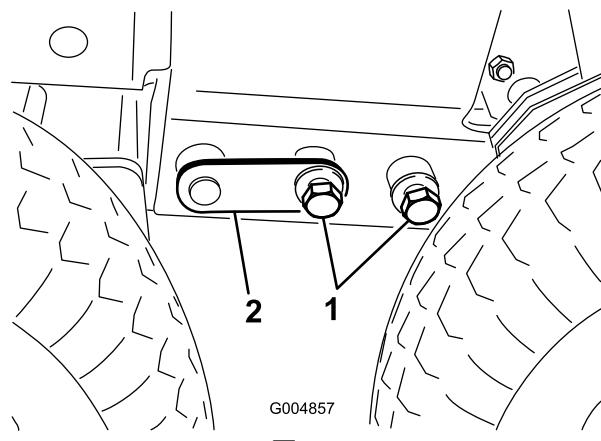

図 111
34. 必要に応じてフロアジャッキを調整して左右それぞれにボルト 3/4 インチを取り付ける 図 111。